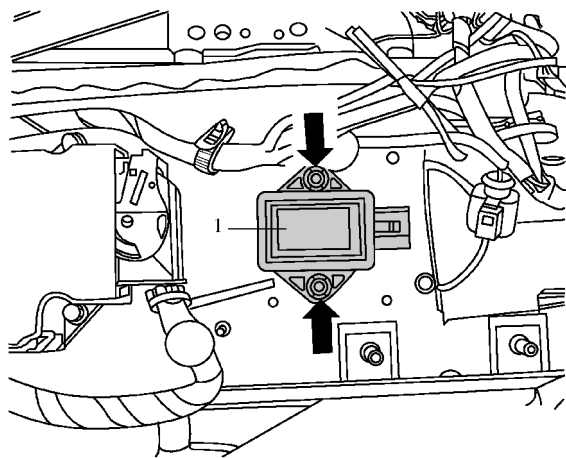

图 3-2-17 拆下两个固定螺钉并取出横向
- 2) 拆下两个固定螺钉(箭头)，取出横向加速度/偏转率传感器 1，如图 3-2-17 所示。注意：剧烈振动可能损坏横向加速度/偏转率传感器。
(3) 安装